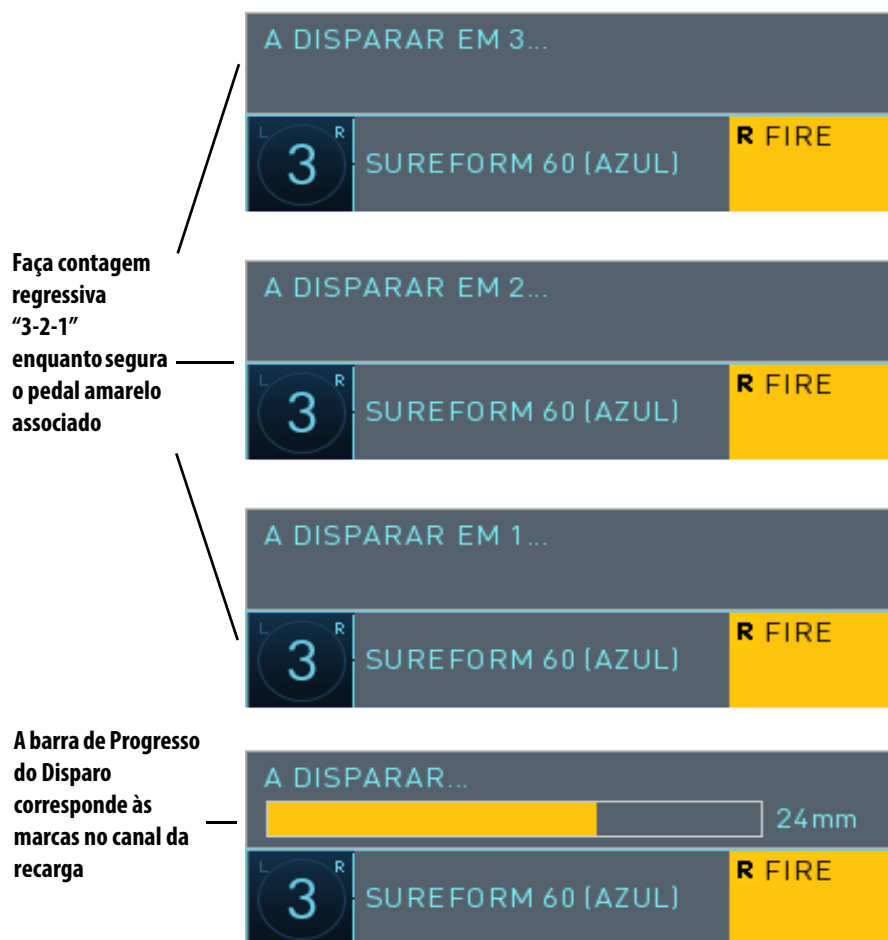

Figura 2.13 3-2-1 Sequência do disparo
3. **Disparar (Grampear e Cortar):** pressione e mantenha pressionado o pedal amarelo associado por três segundos para grampear e cortar o tecido alvo. O sistema emitirá um tom audível e apresentará a contagem regressiva na tela “3-2-1” antes de iniciar o disparo (Figura 2.13). Com isso, é possível liberar o pedal amarelo associado durante a contagem regressiva e evitar o disparo. Quando a contagem regressiva 3-2-1 for concluída, o instrumento será acionado; nesse momento, o disparo – tanto grampear quanto cortar – continuará até a conclusão, mesmo se o pedal amarelo associado for liberado. A barra de progresso mostra o progresso do disparo e o sistema reproduz o som do disparo pelo Console do Cirurgião e do Carrinho do Paciente.
- Depois de habilitado e que você recuperar o controle do grampeador emparelhando as mandíbulas, pressione o pedal amarelo associado até que a contagem regressiva seja concluída (Figura 2.13).